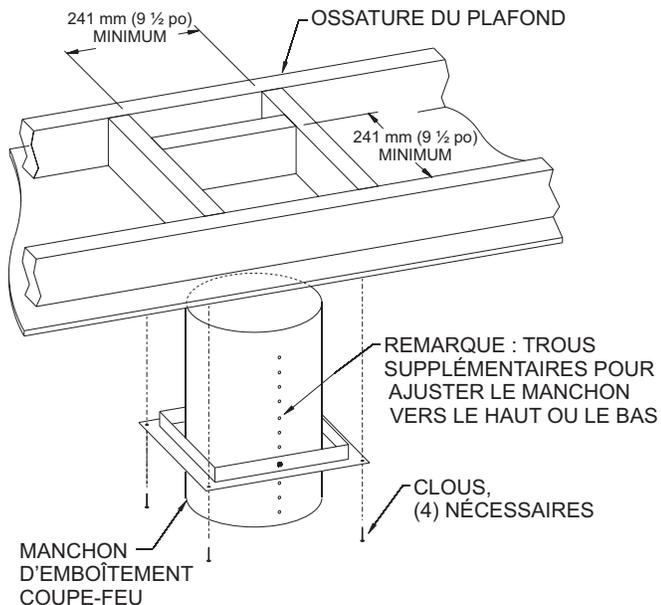

Figure 29
4. Une fois que l'emplacement du foyer a été choisi, marquer l'endroit où le conduit flexible doit traverser le plafond. Découper l'ouverture nécessaire pour la pose du manchon coupe-feu. L'ouverture doit être un carré de 241 mm x 241 mm (9-1/2 po x 9-1/2 po) minimum. Voir Figure 29.